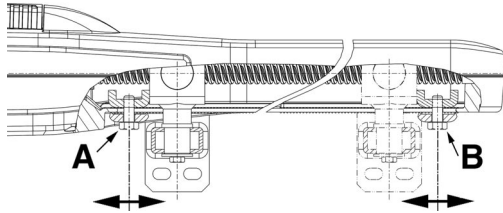

Abb. 10
Um die Endschalter einzustellen, müssen Sie wie in der Abbildung handeln (Abb. 10). Um die erwünschte Öffnungsweite einzustellen, genügt es, die Endschalter (A) zu verstellen und sie mit Hilfe eines Imbusschlüssels an der Mutterschraube festzuziehen. Um die erwünschte Schliessweite einzustellen, müssen Sie die Endschalter (B) verstellen.